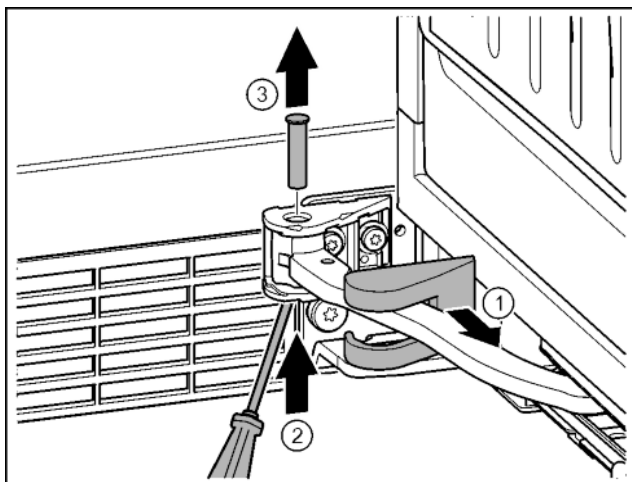

Fig. 16
▶ Zdjąć osłonę płytki zawiasu i przesunąć wzdłuż przegubu. Fig. 16 (1)
▶ Sworznie unieść od dołu palcami lub przy pomocy śrubokręta. Fig. 16 (2)
▶ Śrubokręt wsunąć pod główkę sworznia i wyjąć. Fig. 16 (3)